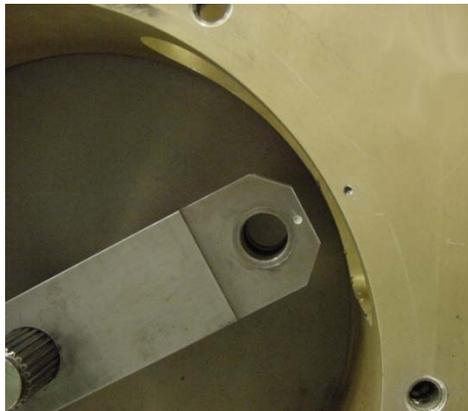

Рис. 5-3. Совмещение меток
6. Временно разместите рычаг на валу клапана примерно в той ориентации, которая показана на рис. 5-3.
9. Если это потребуется, удалите рычаг и снова установите его, соединив рычаг с зубчатыми шлицами вала таким образом, чтобы достиглось наилучшее возможное совмещение меток на поверхности рычага и на корпусе передаточной коробки (см. рис. 5-3). Метка на поверхности рычага должна находиться (в направлении против часовой стрелки) на расстоянии не более 25,4 мм над меткой на корпусе передаточной коробки и (в направлении по часовой стрелке) не более 12,7 мм под меткой на корпусе.
9. Если это потребуется, удалите рычаг и снова установите его, соединив рычаг с зубчатыми шлицами вала таким образом, чтобы достигалось наилучшее возможное совмещение меток на поверхности рычага и на корпусе передаточной коробки (см. рис. 5-3). Метка на поверхности рычага должна находиться (в направлении против часовой стрелки) на расстоянии не более 25,4 мм над меткой на корпусе передаточной коробки и (в направлении по часовой стрелке) не более 12,7 мм под меткой на корпусе.